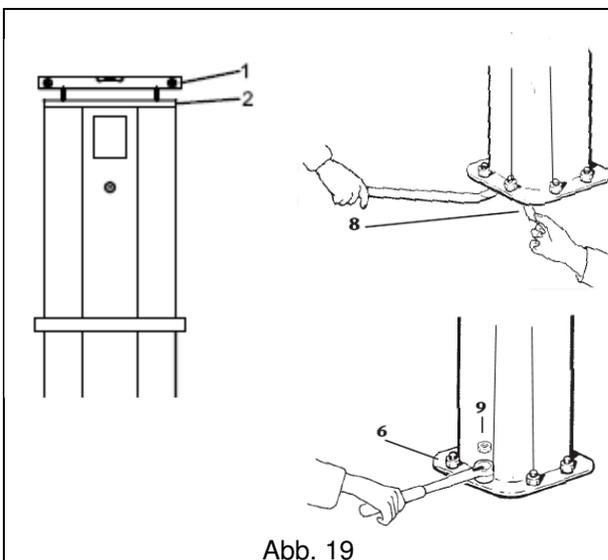

Abb. 19
5. Bitte prüfen Sie die Vertikalität der Drehachse mit einer Wasserwaage **1**. Die Wasserwaage soll auf der Montageplatte der Säule **2** aufliegen. Die perfekte Senkung der Säule wird durch Einsetzen von Abstandshaltern unter die Säulenbasisplatte **8** erreicht (Abb. 19)
7. Danach mit Hilfe von Gegenmutter **9** sicherstellen, dass die Muttern sich nicht lösen können (Abb. 19).